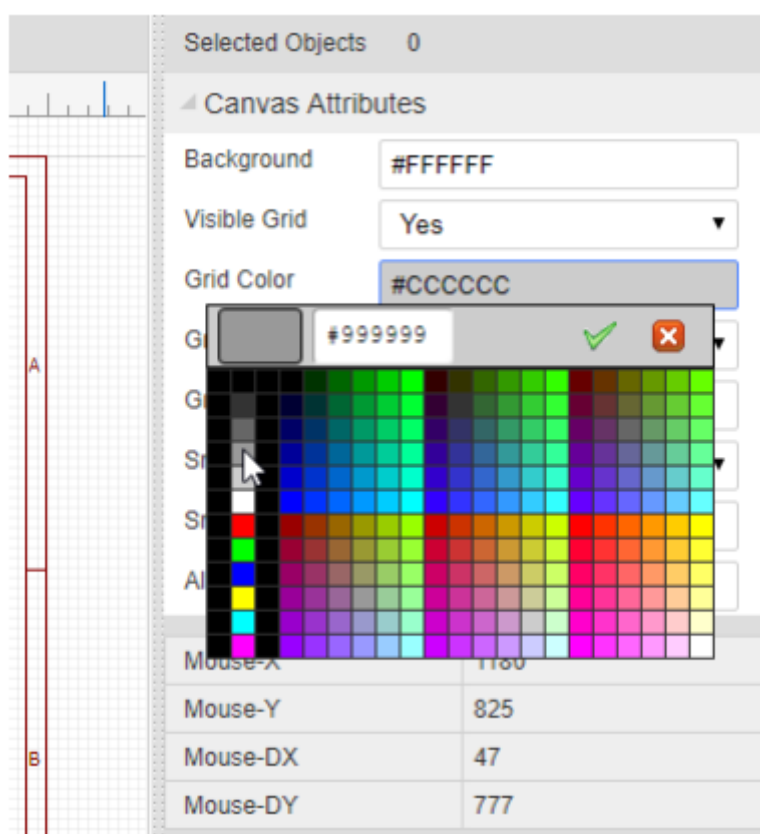

Рис.2.2 Палитра настройки цвета рабочей сетки
- Grid Color (Цвет сетки (и фона)) можно задать напрямую, введя шестнадцатеричное значение нужного цвета или щелкнув по цвету в палитре, которая открывается при щелчке по полю значения цвета (Рис.2.2).